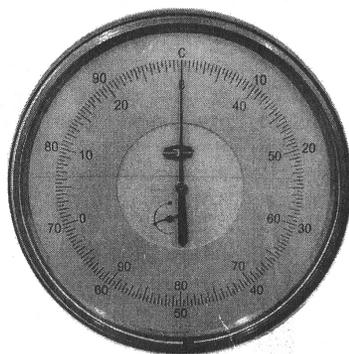

Рис. 4.3
4.5. Время нагрузки может быть настроено путем вкручивания или выкручивания вентеля иглы. Метод: Установите шарообразную головку, выберите нагрузку 980.7Н, поместите образец HRB, и поднимайте стол с образцом. Продолжайте поднимать до тех пор, пока маленькая стрелка на циферблате не установится на красную точку и большая стрелка на точку В, рисунок 4.3